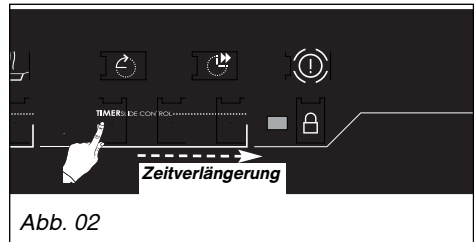

Abb. 02
– Die Zeitschaltuhr über den Schieberegler einstellen, indem mit dem Finger zur Verlängerung der Dauer von links nach rechts gefahren wird (Abb. 02).